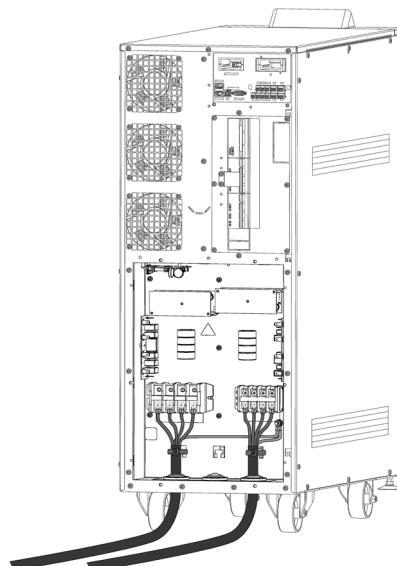
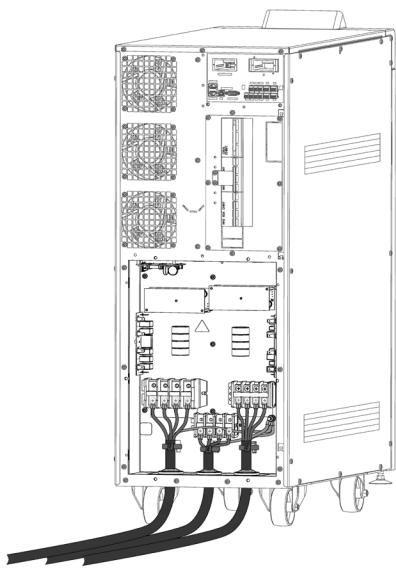
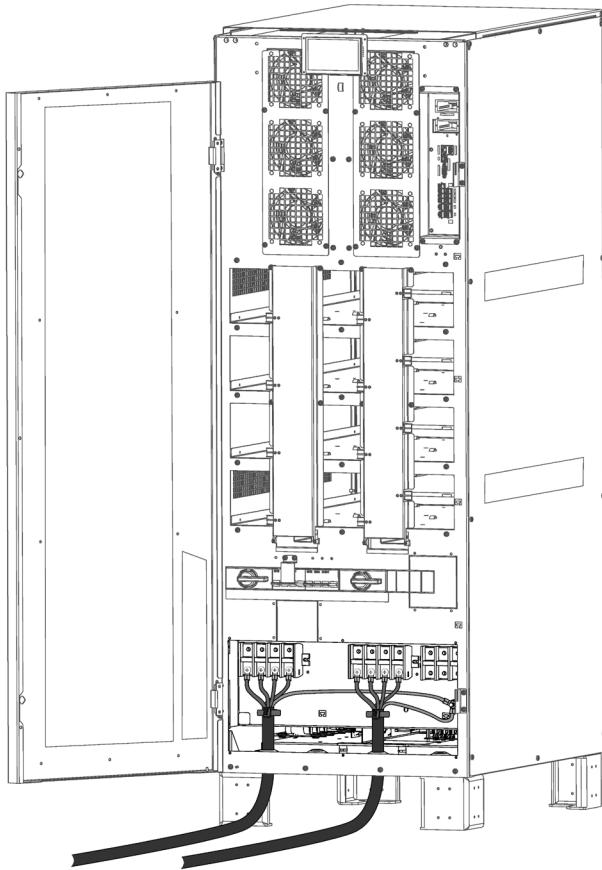
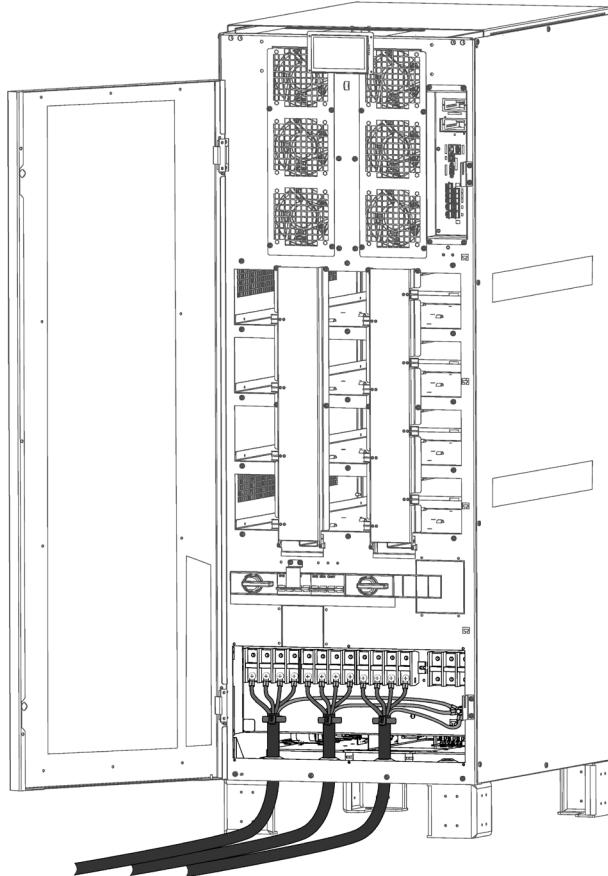

Fig. 41. Detalle de la conexión de los bornes de Entrada y Salida del equipo.
Fig. 42. Detalle de la conexión de los bornes de Entrada, Bypass independiente y Salida del equipo.
Fig. 45. Detalle de la conexión de los bornes de Entrada y Salida del equipo.
Fig. 46. Detalle de la conexión de los bornes de Entrada, Bypass independiente y Salida del equipo.
Las siguientes *Fig. 39* a *Fig. 46* muestran el procedimiento de conexiónado E/S y Bypass independiente de los equipos.
5.2.3. Conexión a la red, bornes entrada (ver Fig. 41 y Fig. 45).
5.2.4. Conexión de la línea de bypass estático independiente. Versión SLC CUBE4 B (Fig. 42 y Fig. 46).
5.2.5. Conexión de la salida, bornes salida (ver Fig. 41, Fig. 42, Fig. 45 y Fig. 46).